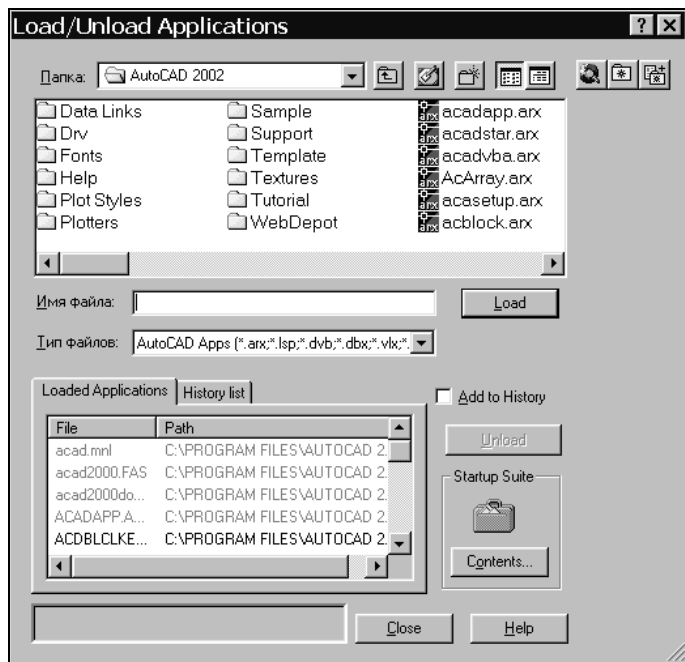

Рис. 10.24. Диалоговое окно **Load / Unload Applications**
2. В диалоговом окне **Load / Unload Applications** (Загрузка / Выгрузка приложений) выбрать ярлык **Loaded Applications** (Загруженные приложения) (рис. 10.24).